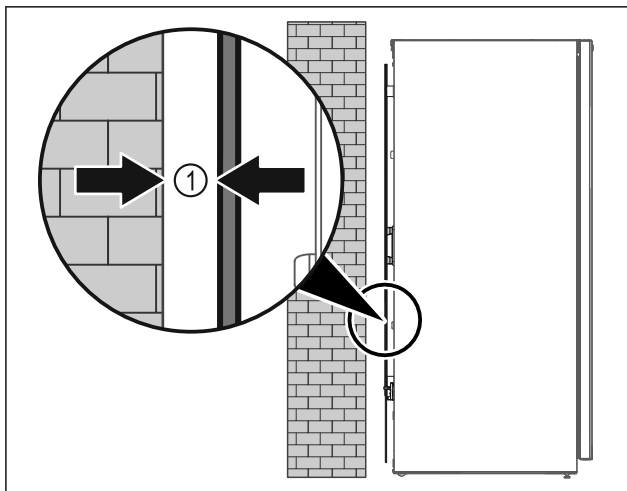

Fig. 49
- Posizionare l'apparecchiatura in un punto a piacere del locale (libera installazione) oppure addossato a una parete a una distanza minima di 5 mm Fig. 49 [1].